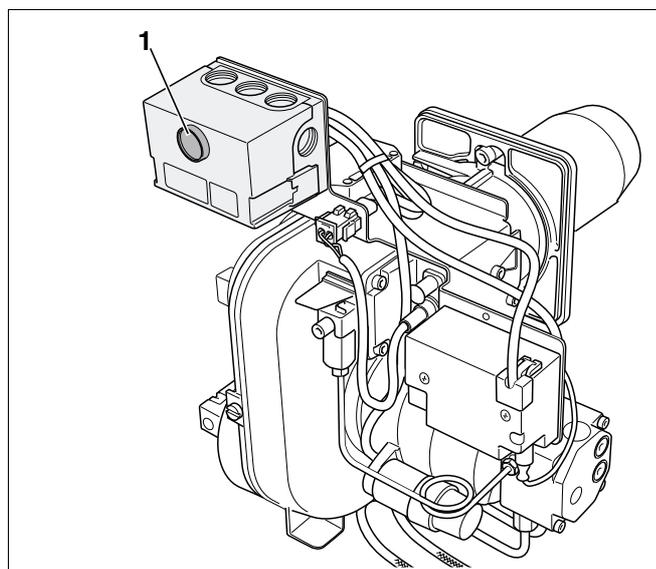

Рис. 7 Кнопка подавления помех и сигнальная лампочка
- Выпустите воздух из системы с помощью встроенного топливного насоса без повторного нажатия кнопки подавления помех (рис. 7, поз. 1).
- Нажмите кнопку подавления помех (рис. 7, поз. 1, стр. 15).
- По истечении времени ожидания, составляющего примерно 50 секунд, нужно разблокировать автомат горения дизельного топлива, нажав кнопку подавления помех (рис. 7, **поз. 1**, стр. 20).